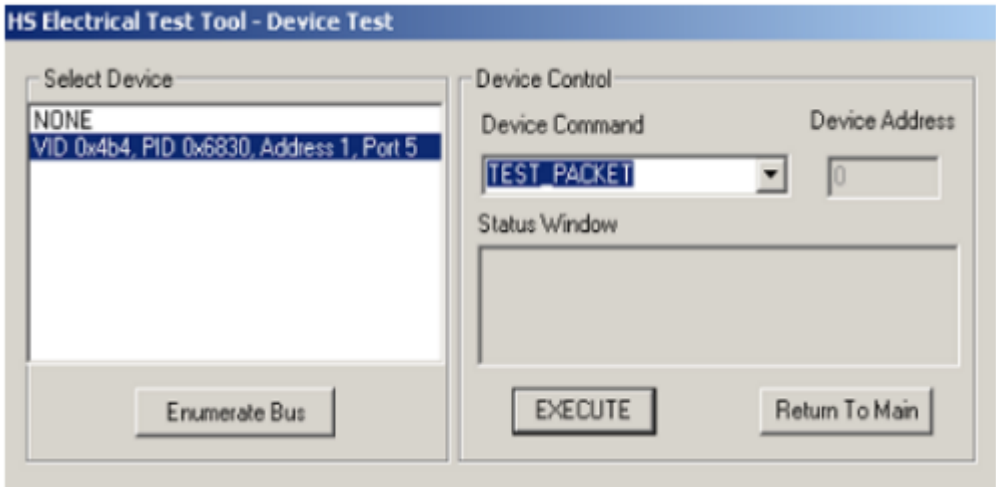
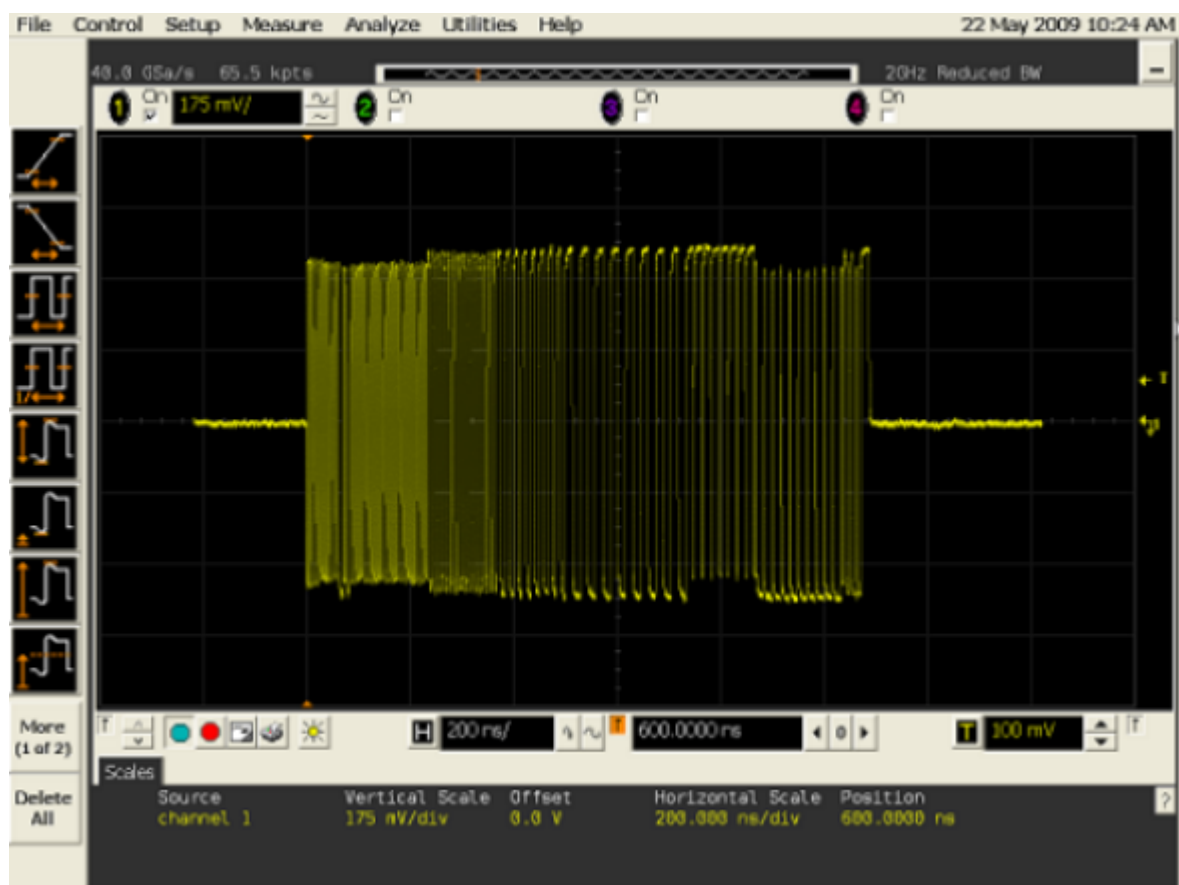

图1-2 选择测试设备和测试命令
图1-3 测试波形
- 3. 如图 1-2所示，选择要测试的设备和测试命令“TEST PACKET”，然后点击“EXECUTE”按钮所示，执行完上述操作后，USB控制器就会自动进入Test Packet Mode，并连续发送周期性的测试包，测试波形如图 1-3 所示：
- 从示波器上观察是否有检测到如图1-3的周期性测试波形
- 如果没有图1-3的周期性测试波形，可能是测试命令没有执行成功或者测试命令有误